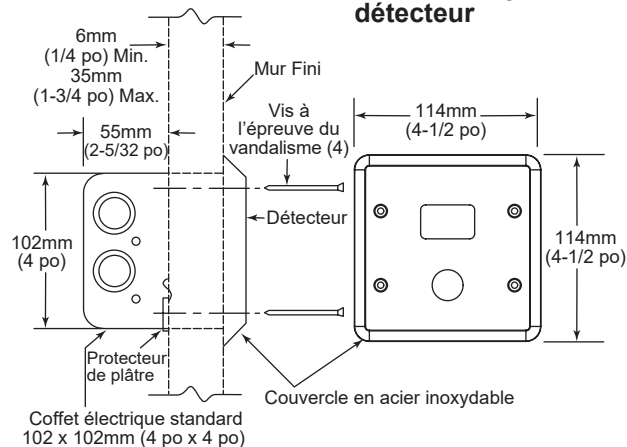

Fig. 1C
- Installer et fixer le robinet de chasse d'alimentation a les entre d'eau, tel qu'illustré à la Fig. 1C.